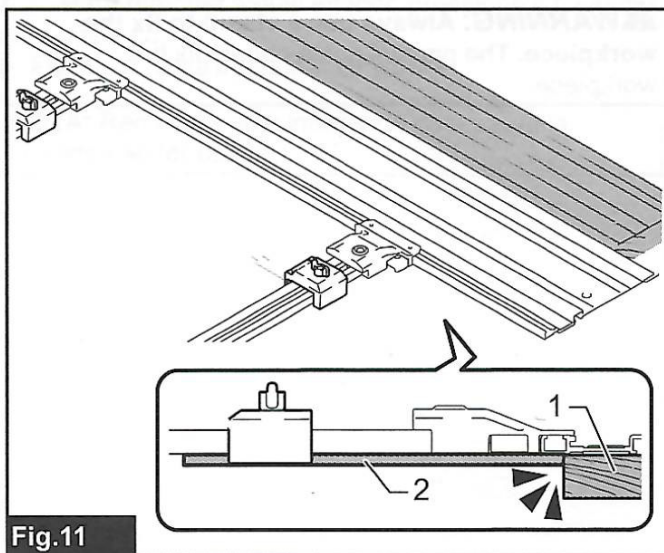

Fig. 11
► **Abb.11:** 1. Werkstück 2. Unterführung